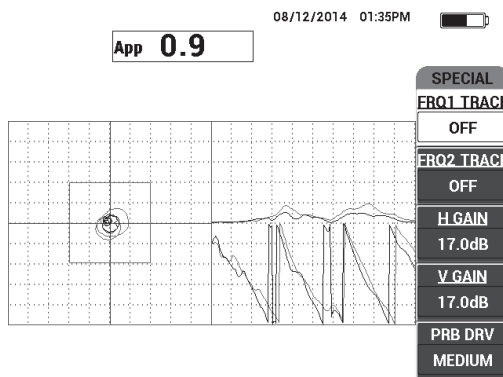

Рис. 6-58 Опорный донный сигнал
3. Удерживая преобразователь на бездефектной зоне образца, нажмите и удерживайте клавишу **REF SAVE** (REF ) для сохранения опорного донного сигнала (см. Рис. 6-58 на стр. 177).